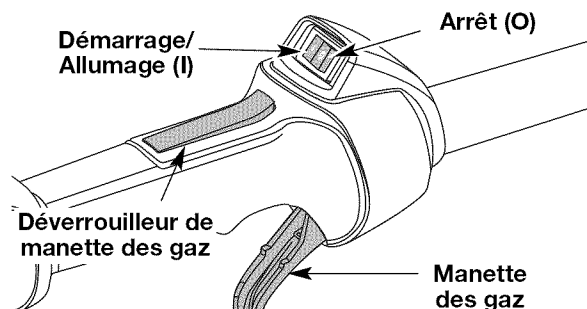

Fig. 19
**REMARQUE :** Il n'est pas nécessaire de faire démarrer la machine. La commande On/Off (Arrêt/Marche) est en position ON (I) en permanence (Fig. 19).